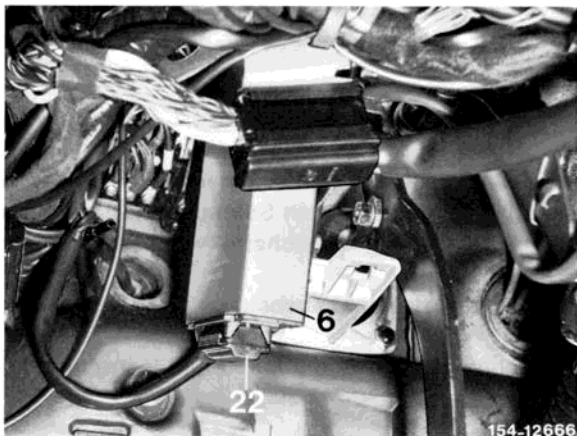

Bild 4
8 Halter (7) am vorhandenen Auge des Pedallagerbockes mit der Schraube (9) anschrauben (Bild 4).